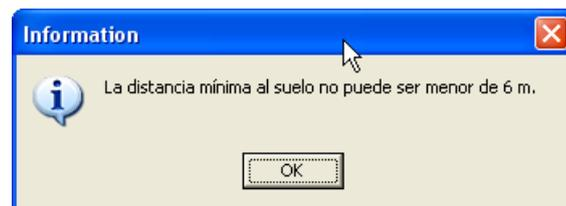

Figura 11.3.
- Figura 11.3: Véase R.D. 223/08.